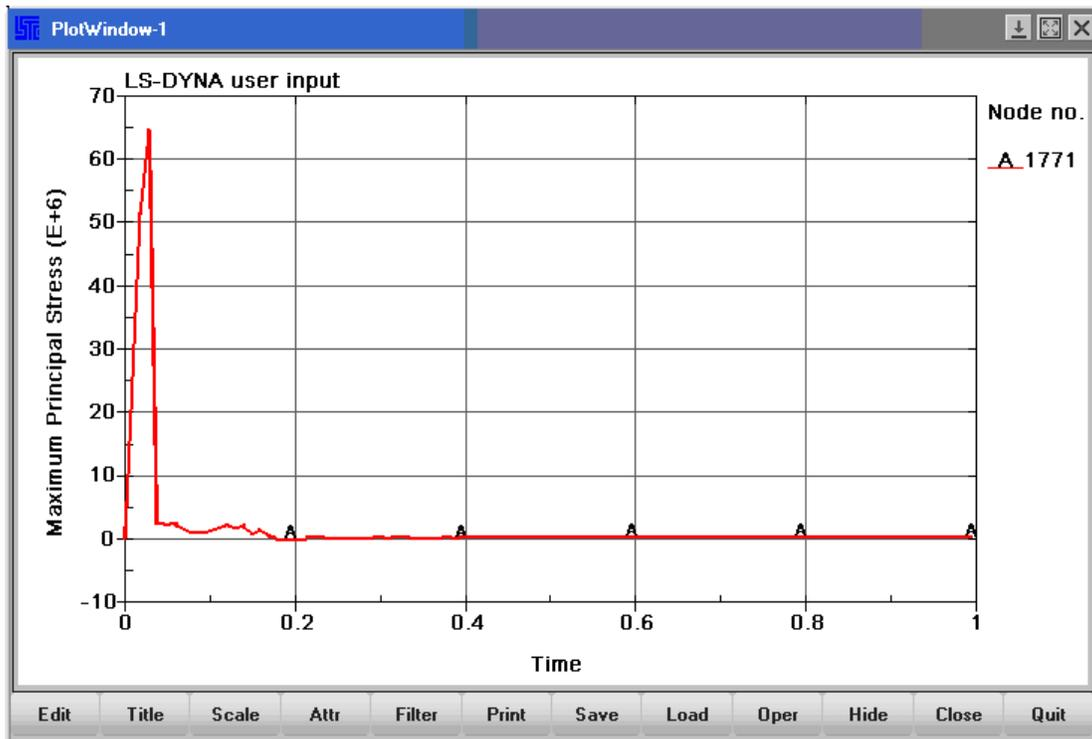

Рисунок 56. График изменения первого главного напряжения в указанной узловой точке на рессоре
- Нажать кнопку ***Plot*** (Рисунок 56).